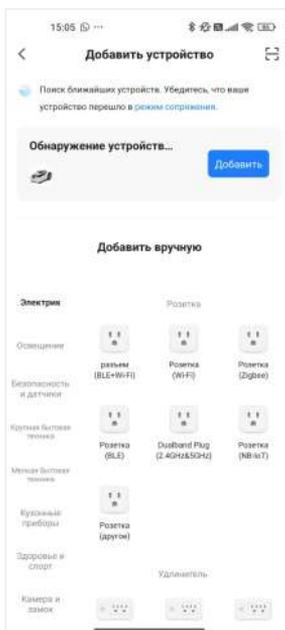

Рис. 8
8. Приложение найдет устройство, которое можно подключить (рис. 8). Подтвердите подключение и нажмите «Добавить». Выберите вашу Wi-Fi- сеть и введите от нее пароль (рис. 9). После успешного подключения вам доступно управление газонокосилкой через приложение.